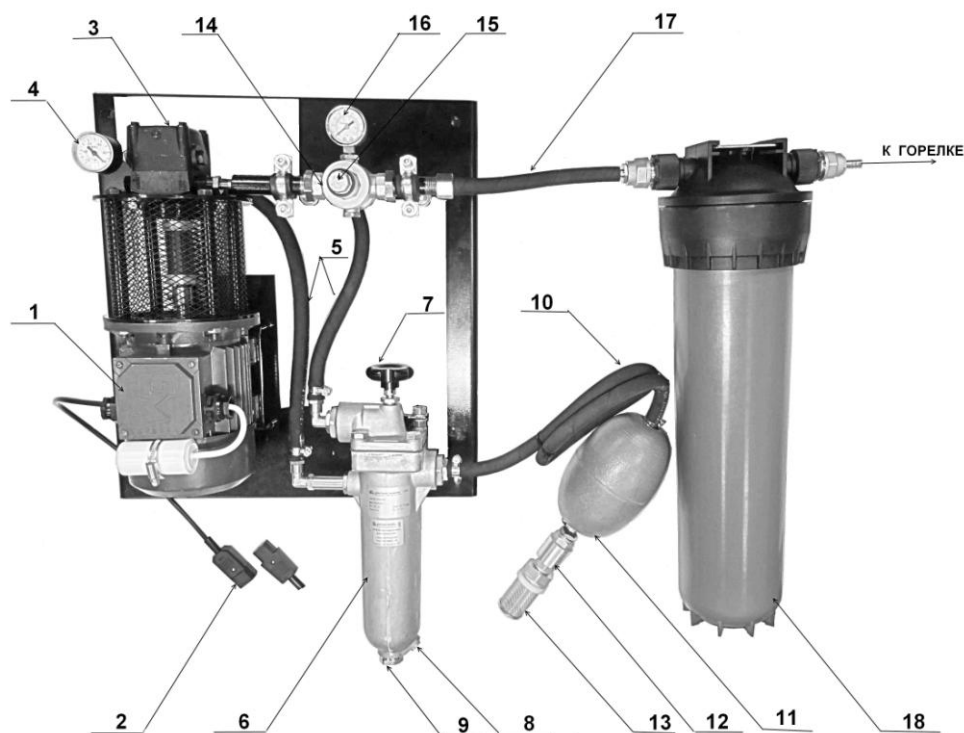
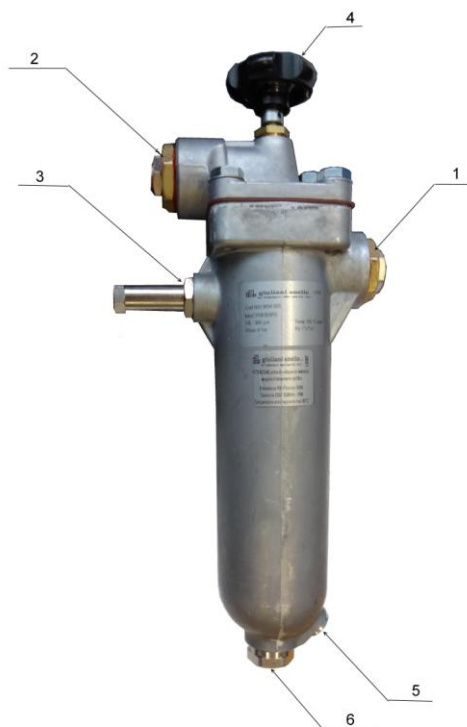
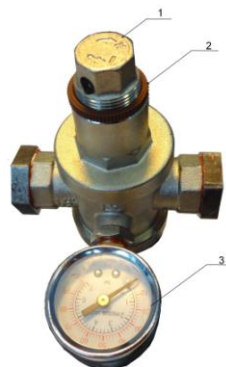

Рис. 15. Блок топливного насоса.
Рис. 16. Самоочищающийся фильтр.
Рис.17. Регулятор давления топлива.
Топливо забирается из расходного бака (*температура топлива не менее +12С*) топливным насосом (Рис.15 поз.3). Проходит через плавающий топливозаборник (Рис.15 поз.10) состоящий из сетчатого фильтра (Рис.15 поз.13), обратного клапана (Рис. 15 поз.12), шлага 2 м и поплавка (Рис.15 поз.11). Затем топливо поступает на патрубок присоединения топливозаборника (Рис.16 поз.1),очищается в самоочищающемся фильтре и через патрубок подачи топлива (Рис.16 поз. 2) поступает в топливный насос (Рис.15 поз.3). Излишки топлива по трубопроводам циркуляции (Рис.15 поз.5) сбрасываются в самоочищающийся фильтр (Рис.16 поз.3). Разряжение на всасе насоса измеряется вакууметром (Рис.15 поз.6). Если разряжение более 0,4 бар произведите очистку сетчатого фильтра (Рис.15 поз.13) и самоочищающегося фильтра (Рис.16) провернув 4-5 раз маховик фильтра (Рис.16 поз 4).
Из насоса (Рис.15 поз.3) топливо подается на регулятор давления топлива (Рис.15 поз.15), для увеличения давления поворачивайте регулировочный винт (Рис.17 поз.1) по часовой стрелке, для уменьшения против часовой. Давление топлива контролируйте по манометру (Рис.17 поз.3). После регулировки, зафиксируйте регулировочный винт (Рис.17 поз.1) контргайкой (Рис.17 поз.2). Давление топлива после регулятора давление должно быть 2-4 бар.
Далее топливо по топливопроводам (Рис.15 поз.17) проходит через фильтр тонкой очистки (Рис.15 поз. 18) и поступает в горелку.
Ежедневно проворачивайте маховик самоочищающегося фильтра (Рис.16 поз.4) 4-5 раз. Не реже одного раза в неделю сливайте конденсат и отложения, отвернув дренажную заглушку (Рис.16 поз.5, 6)
При сильном загрязнении фильтра на всасе топливного насоса (Рис.15 поз.13), самоочищающегося фильтра (Рис.16), фильтра топливного насоса (Рис. 20 поз.3), фильтра тонкой очистки (Рис.17 поз.18) возрастает усилие на валу насоса, что ведет к перегреву и выходу из строя электродвигателя и топочного автомата. Для предотвращения данной ситуации в электрическом шкафе горелки (Рис.6 поз.1) установлен автомат с надписью «НАСОС», который при увеличении токовой нагрузки отключит электродвигатель топливного насоса.
При срабатывании автомата «НАСОС» немедленно произвести чистку фильтра на всасе топливного насоса (Рис.17 поз.13), самоочищающегося фильтра (Рис.16), фильтра топливного насоса (Рис. 20 поз.3), замену картриджа фильтра тонкой очистки (Рис.21 поз.3).
3.5.2. Заполните топливом всасывающий трубопровод, самоочищающийся фильтр, насос, фильтр тонкой очистки и топливный бак Горелки. Для чего в комплекте топливного насоса предусмотрен кабель с вилкой прямого питания от сети 220 В, соедините кабель с разъемом топливного насоса (Рис.15 поз.2). На топливном баке Горелки есть кран сброса воздуха (Рис. 6 поз. 11). Подключите топливный насос напрямую к сети 220 В и откройте кран сброса воздуха. Когда топливная система заполнится, через шланг начнет стекать масло с пузырьками воздуха. После удаления воздуха закройте кран (Рис. 6 поз. 11) . Питание насоса подключите по постоянной схеме.
- следить за показаниями вакуумметра на топливном насосе. При разрежении минус 0,4 бар необходимо очистить фильтр на входе насоса (Рис. 15 поз 13) и повернуть 5-6 раз маховик самоочищающегося фильтра;
- проворачивать маховик самоочищающегося фильтра (Рис.16 поз.4) 5-6 раз один раз сутки, даже если горелка не эксплуатируется;
- не реже, чем 1 раз в неделю сливать конденсат и грязь из самоочищающегося фильтра, отвернув дренажную заглушку (Рис.15 поз.5)